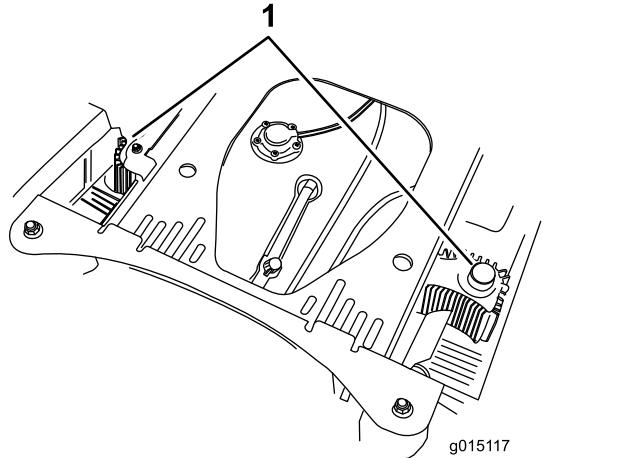

Figure 86
4. Débarrassez les carénages de l'unité hydraulique de l'herbe et des débris accumulés (Figure 86).